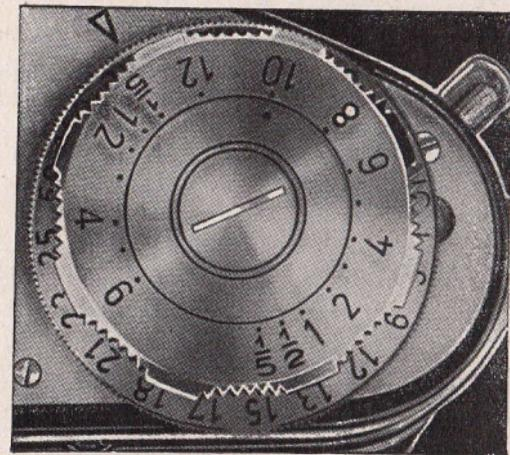

Abb. 12
Am Einstellknopf (17) (Abb. 12) sind längere Belichtungszeiten als $\frac{1}{25}$ Sek. einstellbar. Sekundenbruchteile (z. B. $\frac{1}{5}$ Sek.) sind auf diesem Einstellknopf (17) bereits als Bruchzahlen angegeben, während alle vollen Zahlen vollen Sekunden entsprechen (z. B. 1 = 1 Sek., 2 = 2 Sek. usw.). Die schwarzen Zahlen bedeuten, daß der Schlitzverschluss sofort beim Auslösen abläuft und die Belichtung sofort erfolgt. Die roten Zahlen dagegen bedeuten, daß der Verschluss erst etwa 13 Sek. nach dem Auslösen abläuft, so daß man inzwischen die Möglichkeit hat, sich selbst mit in eine Personengruppe einzugliedern (Selbstausröser). Der Lichtbildner, der die Kamera bedient, kann also mit im Bilde erscheinen.